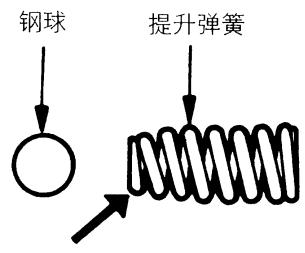
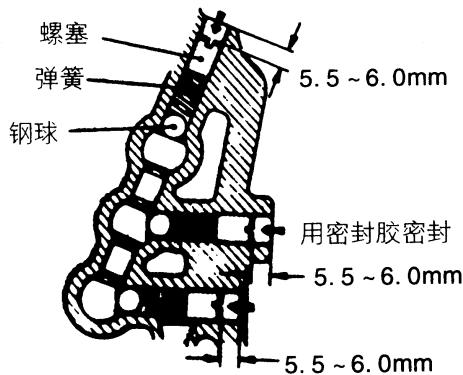

图 3-75 钢球和提升弹簧
图 3-76 用密封胶密封住螺塞头部
(20) 用专用工具安装第 3/第 4 档速度换档衔套和第 1/第 2 档速度换档衔套的弹簧销。
(21) 用专用工具敲入第 3/第 4 档和第 1/第 2 档换档叉的弹簧销。
(22) 将提升钢球和提升弹簧 (图 3-75) 装入各换档导轨, 然后将螺塞拧到所规定的位置。将提升弹簧 (三个弹簧是相同的) 的小端部装到钢球侧。如图 3-76 所示, 安装好后, 用密封胶密封住螺塞头部。所规定的密封胶为 3M 硅密封胶产品号 8660 或相当的品种。